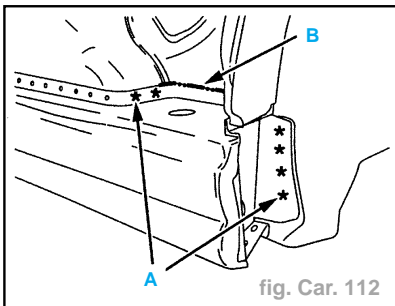

fig. Car. 112
- Découper par fraisage des points (suivant A) (fig. Car. 112).